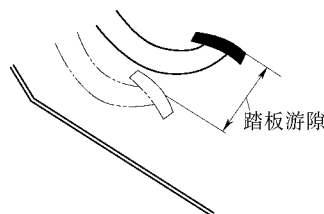

图 9-17 检查踏板的自由行程
(1) 检查踏板自由行程。轻压踏板直到能感觉到离合器开始产生阻力为止，如图 9-17 所示。